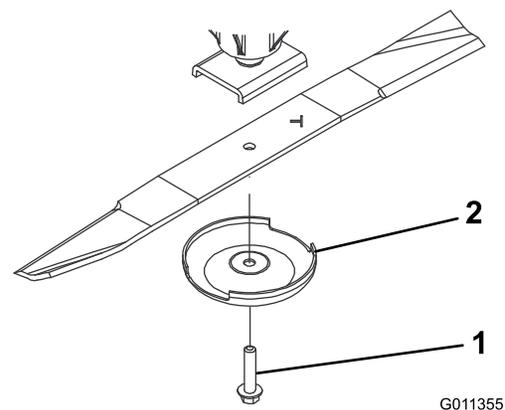

Figura 83
3. Togliete il bullone, la coppa antistrappo e la lama dall'asse del perno (Figura 83).